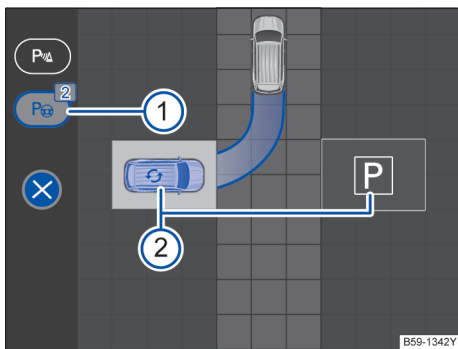

图 167 组合仪表显示: 显示泊车模式 (示意图)
- 智能泊车辅助系统自动选择一个停车位，并在信息娱乐系统中作为首选停车位（蓝色车辆）显示→图 167 ②。
- 在信息娱乐系统屏幕上点击所需的停车位 → 图 167 ②。
- 点击符号  → 图 167 ②。
如果未激活智能泊车辅助系统，则必要时在泊车雷达系统的屏幕显示中显示识别到的停车位→图 167 ①
组合仪表显示：显示泊车模式→图 167：
无论选择何种泊车模式，智能泊车辅助均可被激活，并自动显示当前停车位→ 图 167 ①。